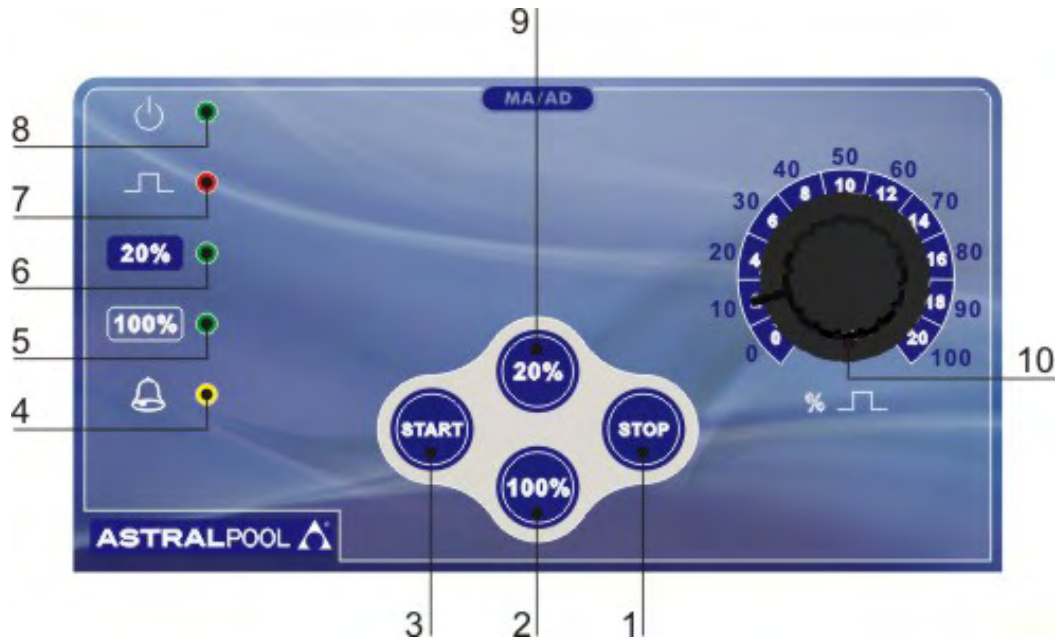

Abb. 12
6.1 - BEDIENVORRICHTUNGEN (Abb. 12)